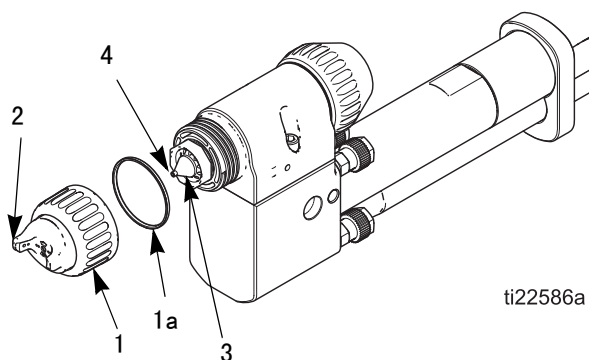

图 20. 清洗空气帽和流体喷嘴
3. 卸下固定环 (1) 和空气帽 (2)。参见图 20（第 32 页）。
4. 用溶液浸湿的布来擦拭流体喷嘴 (3) 和喷枪外部。避免任何溶剂进入通气道。只要可能，清洗时，喷枪朝下指。
5. 如果流体喷嘴 (3) 通气道内出现涂料，将喷枪从该管道中拿去维修。
6. 用软毛刷和溶剂清洗空气帽 (2)，或将空气帽浸入合适的溶剂中擦拭清洗。请勿使用金属工具。
7. 仔细安装空气帽 (2)。务必将电极 (4) 插入空气帽中心孔。
8. 将空气帽 (2) 旋转至所需的位置。
9. 确保 U 形杯 (1a) 已在固定环 (1) 上安装到位。唇缘必须朝前。
10. 拧紧固定环 (1) 直至空气帽 (2) 紧紧固定到位；不能用手旋转空气帽的角。